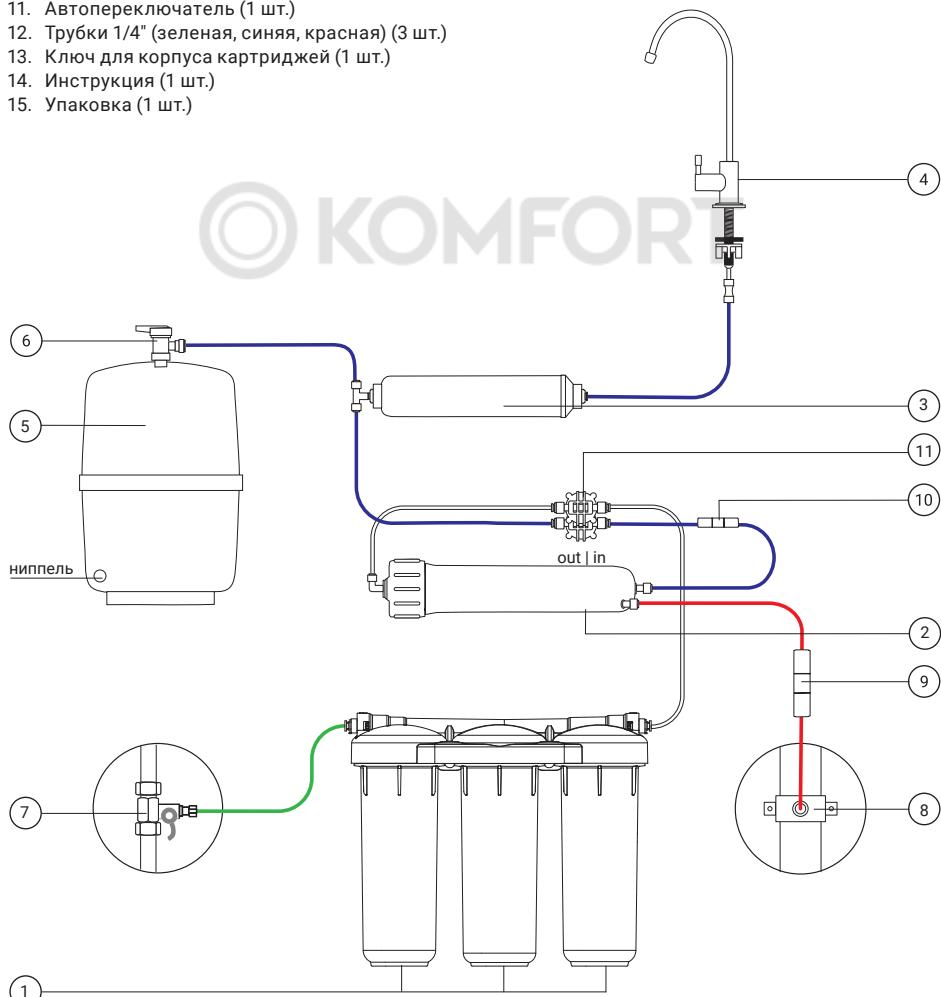
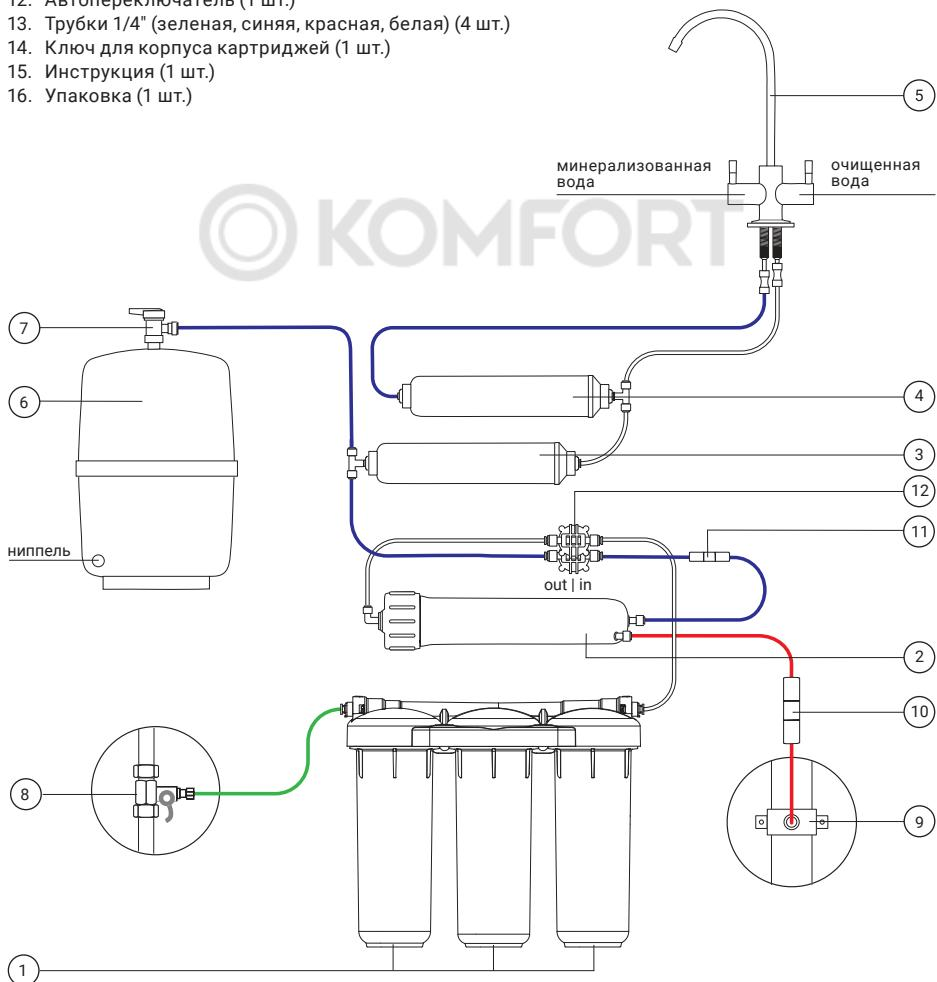
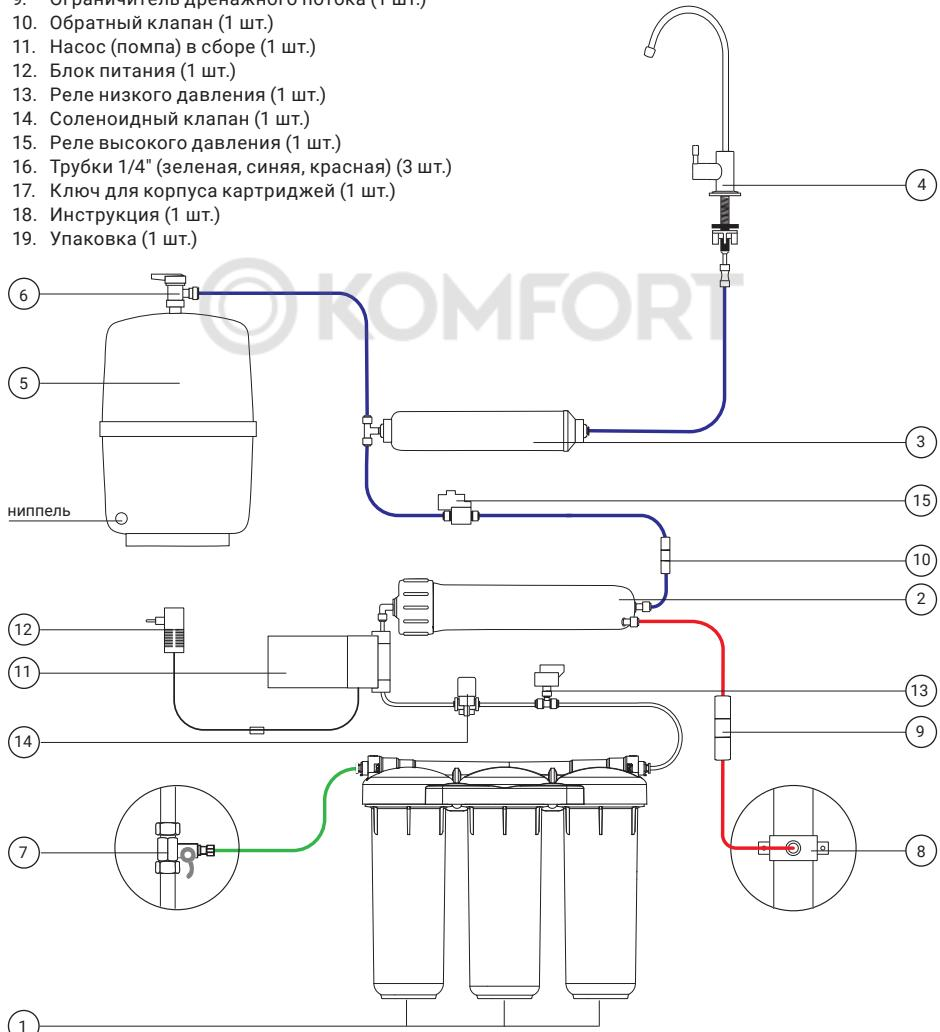
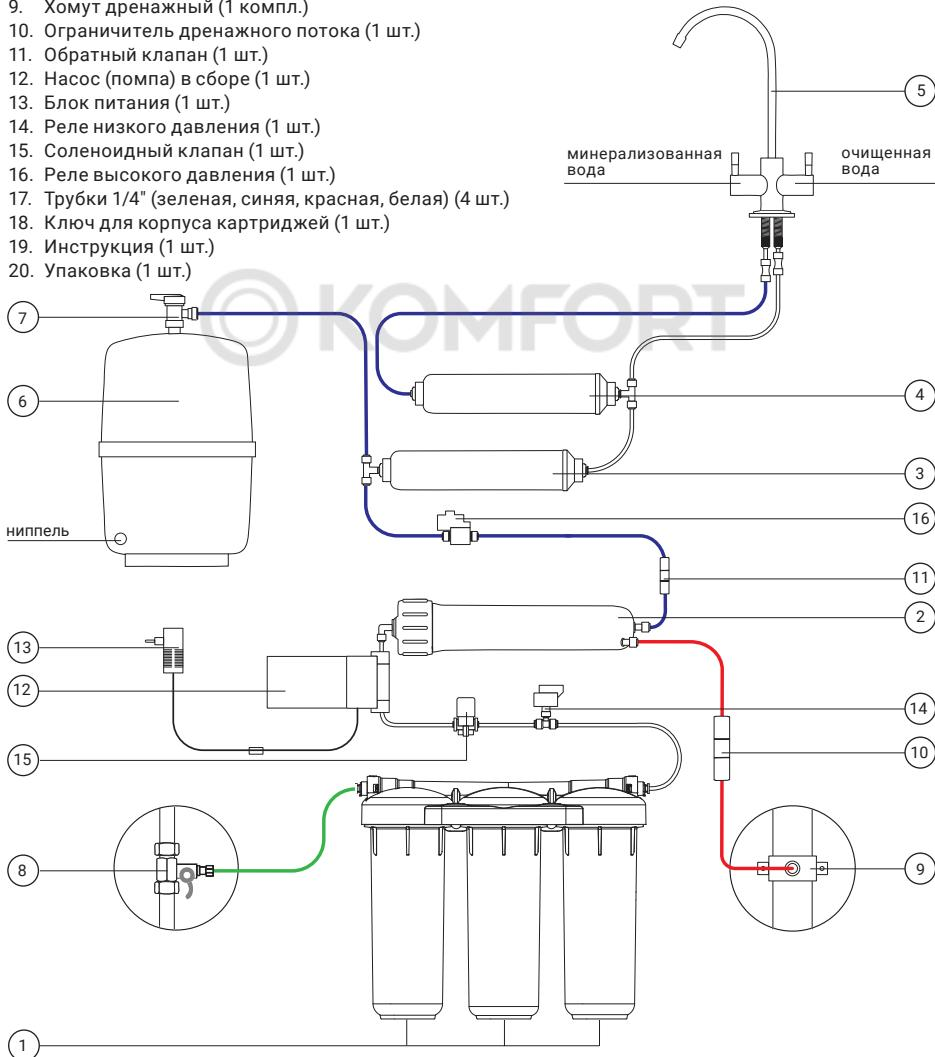

Рис. 2. Схема подключения Гейзер Аллегро/Престиж/Нанотек.
Рис. 3. Схема подключения Гейзер Аллегро М/Престиж М.
Рис. 4. Схема подключения Гейзер Аллегро П/Нанотек П/Престиж П/Престиж ПТ/Нанотек П с повышающим давление насосом (помпой).
Рис. 5. Схема подключения Гейзер Аллегро ПМ/Престиж ПМ с повышающим давление насосом (помпой).
8. Согласно схеме подключения (см. рис. 2, рис. 3 или рис. 4, рис. 5) подключите одну часть синей пластиковой трубы в фитинг-тройник, подключенный к угольному постфильтру, другой конец трубы подключите в фитинг на выход из угольного постфильтра. В фильтрах с минерализатором белую пластиковую трубку из комплекта поставки подключите в фитинг на выход из минерализатора.
6. Подсоедините другой конец пластиковой трубы к выходу из автопереключателя согласно схеме подключения (см. рис. 2, рис. 3). Если фильтр в комплектации с насосом (помпой), повышающим давление, трубка подключается к ограничителю дренажного потока (см. рис. 4, рис. 5).